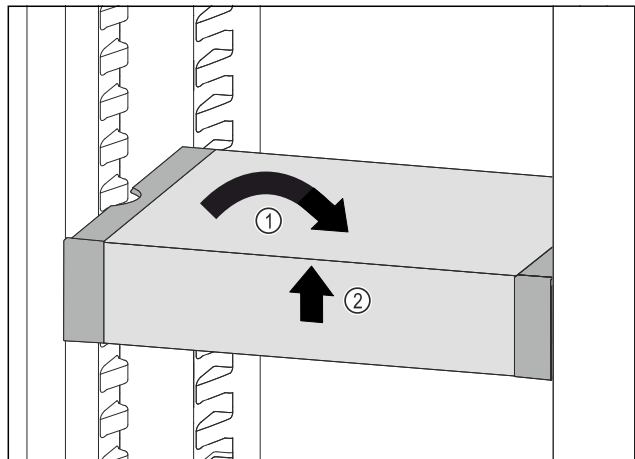

Fig. 88
- ▶ Вирівняти VarioSafe. Fig. 88 (1)
- ▶ Підняти VarioSafe спереду. Fig. 88 (2)